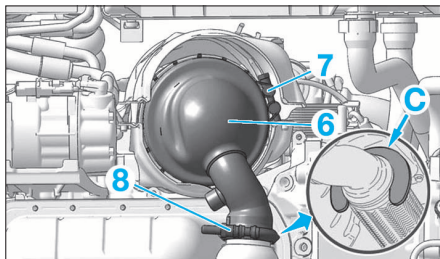

FIG. 74
- Intercaler la cale de positionnement du flexible d'échappement (En "c") (Fig.74).